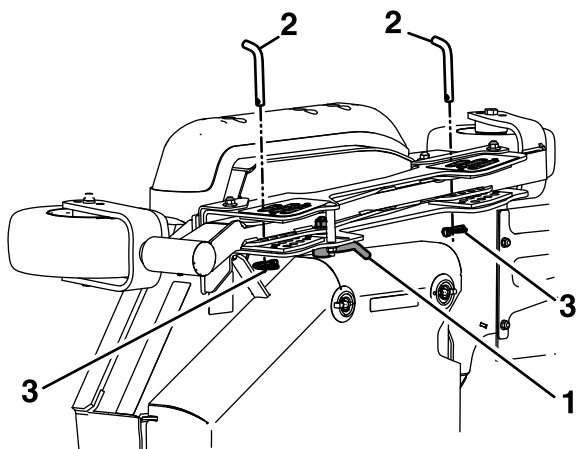

Figure 77
3. Déverrouillez les verrous à came des tabliers latéraux gauche et droit (Figure 77).
4. Déposez et conservez la goupille à anneau de hauteur de coupe du tablier latéral (Figure 77).